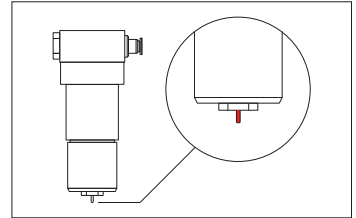

Abb. 2: Entlüftungsknopf
2. Der in diesem System verwendete Wasserabscheider ist ein manuell zu entlüftender Wasserabscheider und muss regelmäßig entleert werden. Hierdurch wird sichergestellt, dass die Trocknung stets einwandfrei funktioniert und kein Wasser in das System gelangt. So können Ausfälle von Bauteilen, wie zum Beispiel des Ventilblocks, vermieden werden. Verwenden sie zum Entlüften den Entlüftungsknopf (Abb. 2) an der Unterseite des Wasserabscheiders. Verwenden sie beim Entlüften des Wasserabscheiders zum Auffangen des Kondenswassers einen kleinen Behälter oder ein stark saugendes Material (z.B. Mikrofasertuch).